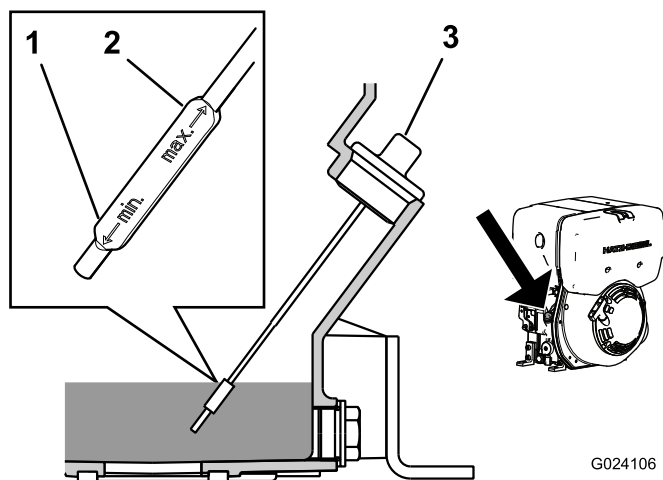

Figura 26
6. Limpie alrededor de la varilla (Figura 26) para impedir que caiga suciedad por el orificio de llenado y cause daños en el motor.